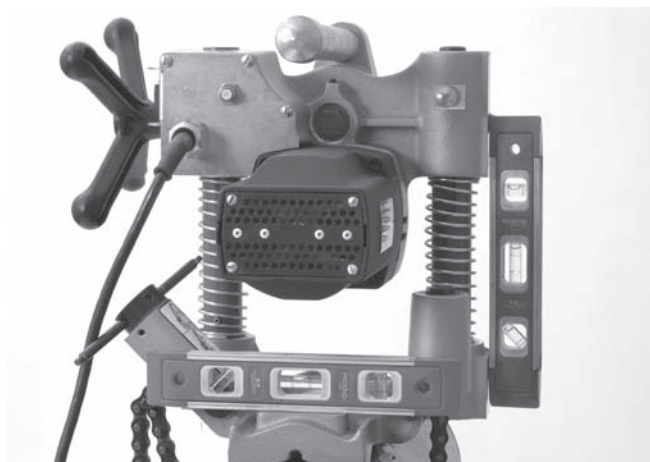

Рис. 10 – Выравнивание станка HC-300
6. На основании станка HC-300 имеется несколько выфрезерованных лысок, используемых с уровнями для выравнивания отверстий. (См. рис. 10.)